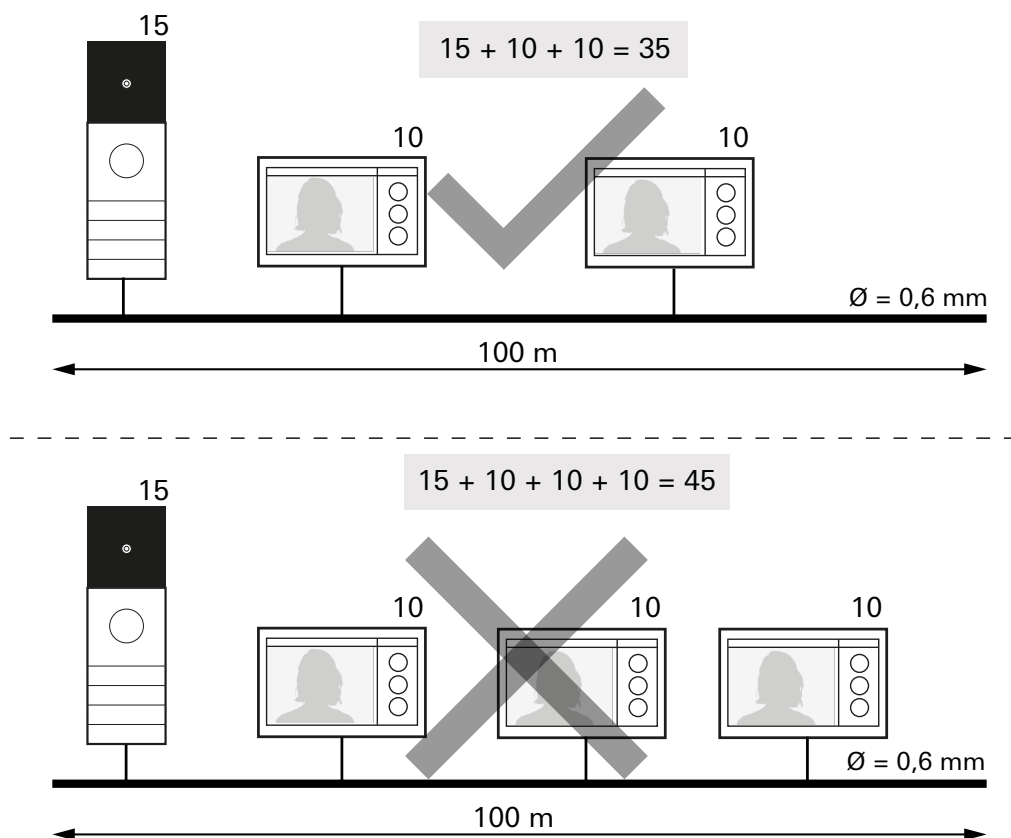

Bild 5: Beräkning av systemgränser (exempel)
3. Beräkna antalet slutenheter per kabelsträng med hjälp av tabellerna, se bild 5.